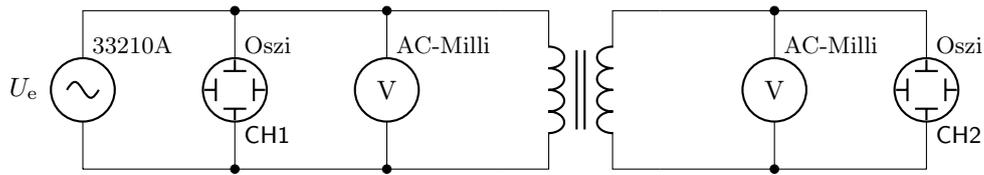

Abbildung 8: Zur Aufnahme der Amplitudenübertragungsfunktion eines Transformators.
2. Schließen Sie an den bereitgestellten Transformator primärseitig den Frequenzgenerator Agilent 33210A an und messen Sie sowohl auf der Primärseite als auch auf der Sekundärseite die Amplituden. Nutzen Sie dafür das AC-Millivoltmeter sowie parallel dazu das Oszilloskop (siehe Abb. 8). Variieren Sie die Frequenz in einem weiten Bereich.